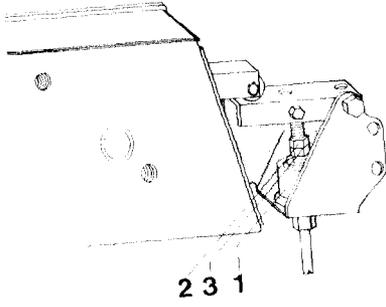

Fig.70
En el caso de que el cilindro hidráulico (fig. 70/1) no actúe sobre la caja de cambios, se deben realizar las regulaciones siguientes con el cilindro puesto en posición extrema:
- Aflojar la contratuerca (fig. 70/2)
- Girar la tuerca (fig. 70/3) a izquierdas hasta que se accione audiblemente la caja de cambios, y girar todavía dos vueltas más
- Apretar la contractuerca (fig. 70/2).